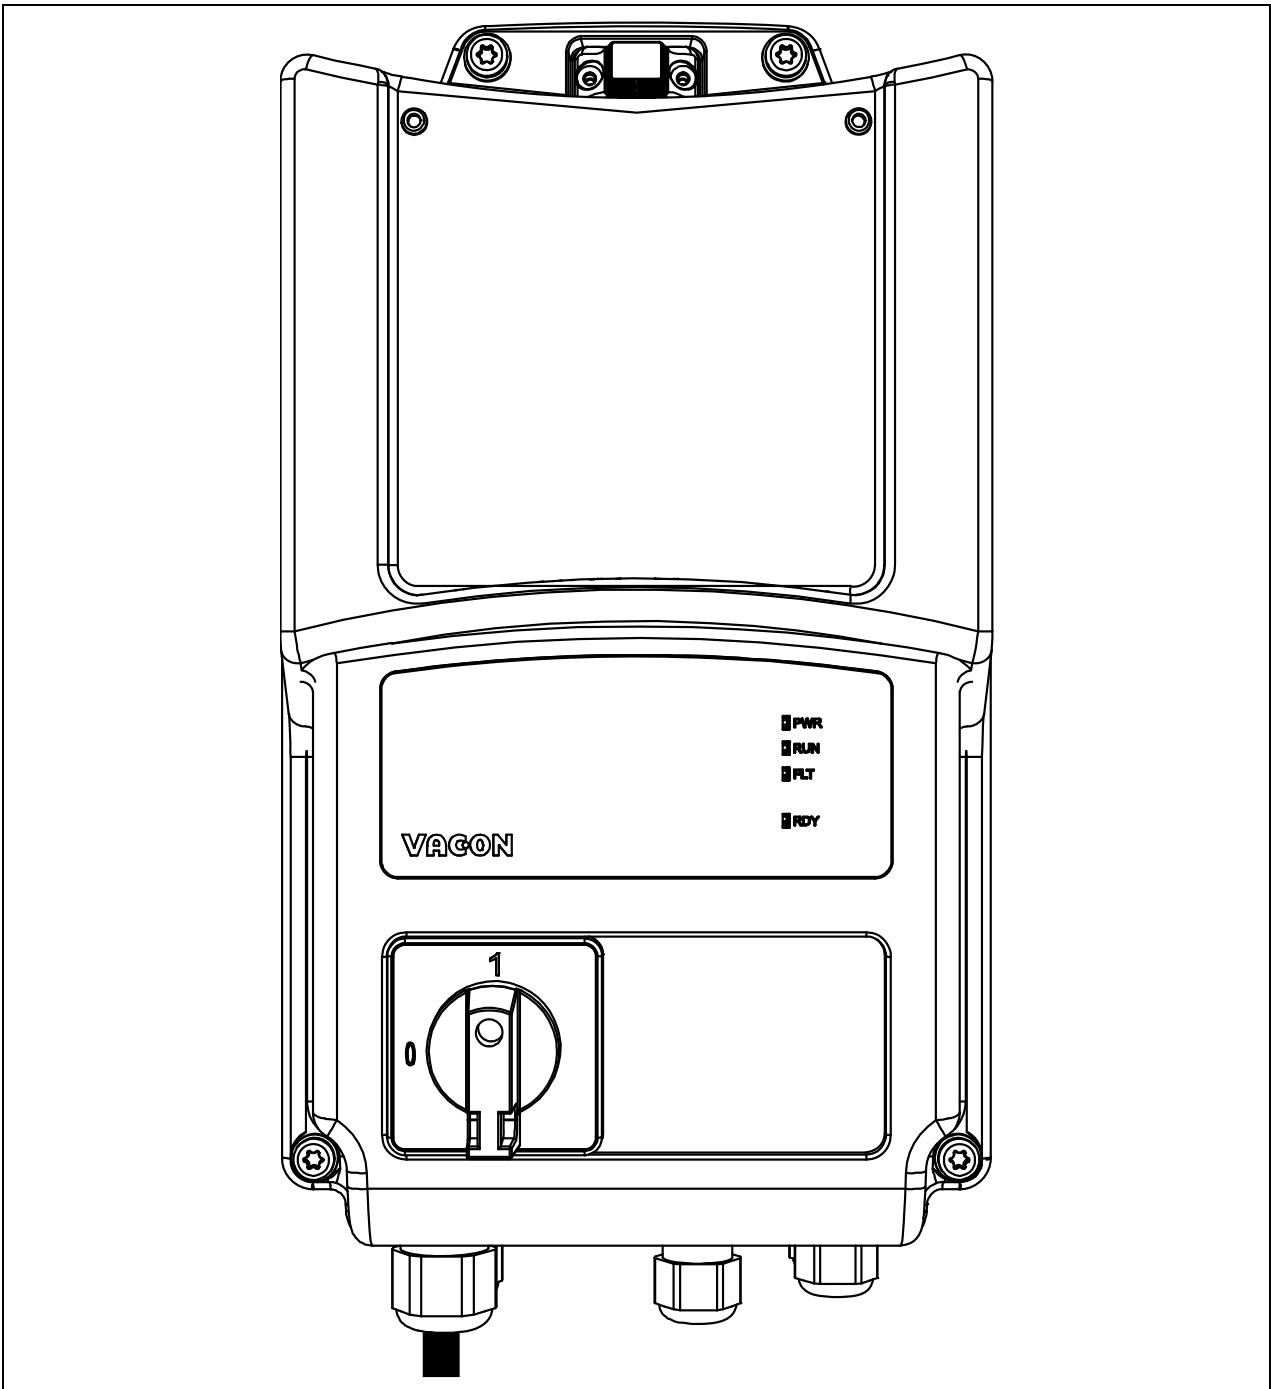

Abbildung 65. Bringen Sie die Kunststoffabdeckung an.
- Montieren Sie die Kunststoffabdeckung mit den Schrauben und der HMI-Abdeckung am Umrichter: Das Installationsverfahren ist abgeschlossen. Siehe Abbildung 65.